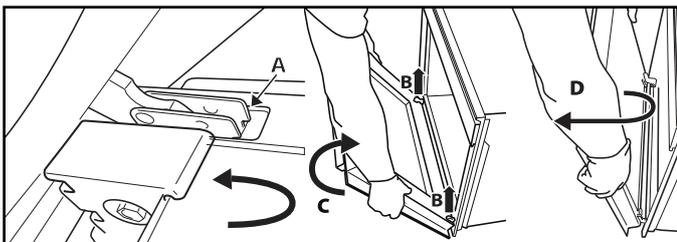

Fig. 2
3. Schließen Sie die Tür bis zum Anschlag (A), heben Sie sie an (B) und drehen Sie sie (C), bis sie aushakt (D) (Abb. 2).